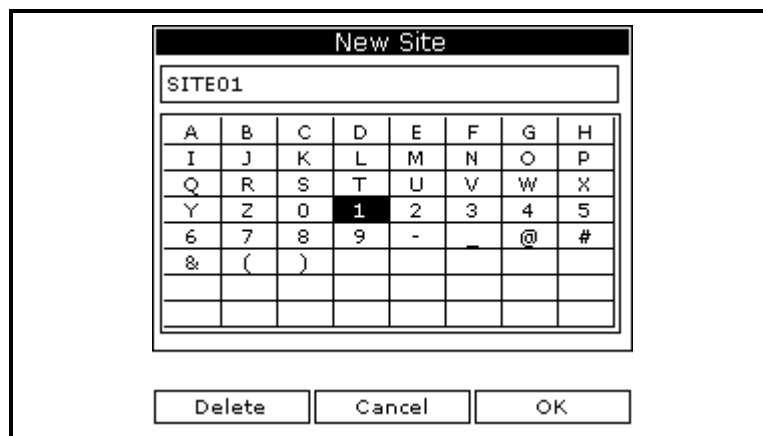

Figura 1-8: Ventana de introducción del nombre para la New Site
1. Use las teclas de flecha para desplazarse a **New** y pulse [ENTER]. La pantalla se parece a la Figura 1-8 a continuación.